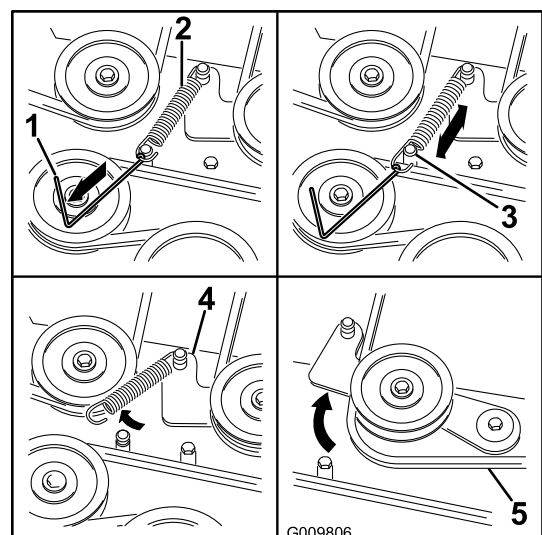

Bild 69
6. Entfernen Sie die Spannscheibenfeder mit einem Werkzeug zur Federentfernung (Toro Bestellnummer 92-5771) vom Mähwerkpfosten, um die Spannung von der Spannscheibe zu nehmen (Bild 69).
9. Verlegen Sie den neuen Riemen um die Mähwerk- und Bremsspannscheiben unter dem Motor (Bild 69).
10. Setzen Sie die Spannscheibenfeder mit einem Werkzeug zur Federentfernung (Toro Bestellnummer 92-5771) auf den Mähwerkpfosten, um die Spannscheibe und den Mähwerkriemen zu spannen (Bild 69).